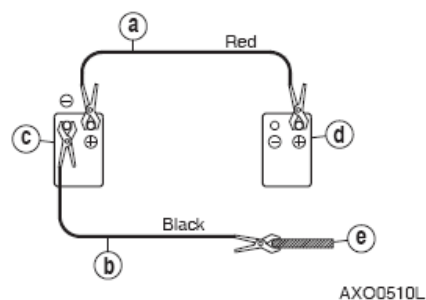

Figura 13
1. Pare el motor de la máquina en la cual están montadas las baterías de refuerzo (c, Figura 13).
2. Conecte un extremo del cable rojo (a, Figura 13) al borne positivo (+) de las baterías de la máquina y el otro extremo al borne positivo (+) de las baterías de refuerzo (d, Figura 13).
3. Conecte un extremo del cable negro (b, Figura 13) al borne negativo (-) de las baterías de refuerzo y luego realice la conexión a tierra del chasis superior de la máquina a arrancar con el otro extremo del cable negro (-) (e, Figura 13).
1. Desconecte primero el cable negro negativo (-) (b, Figura 13) del chasis de la máquina.
2. Desconecte el otro extremo del cable negro negativo (-) (b, Figura 13) de las baterías de refuerzo.
3. Desconecte el cable rojo positivo (+) (a, Figura 13) de las baterías de refuerzo.
4. Desconecte el cable rojo positivo (+) (a, Figura 13) de las baterías de la máquina.